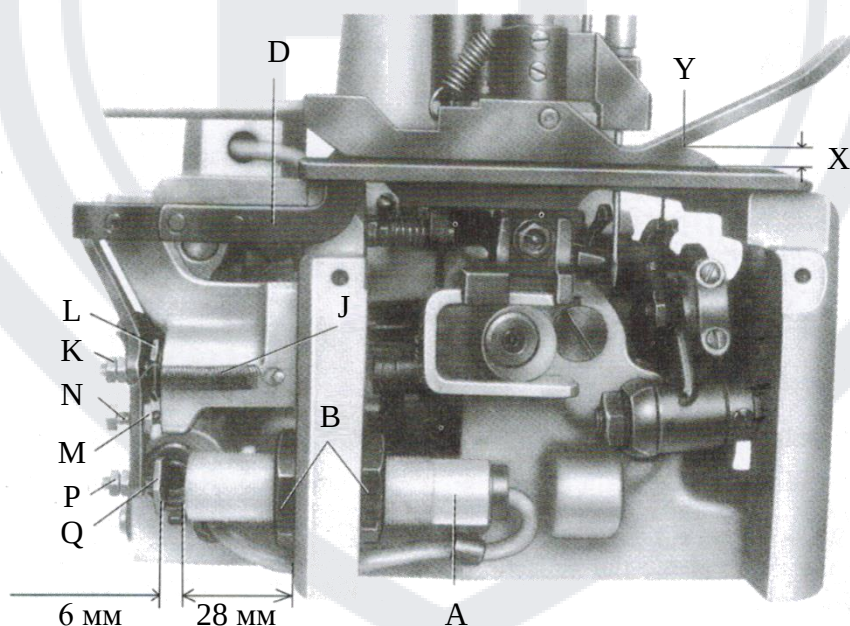

Рис. 18
Примечание: Шток пневмоцилиндра не должен ударять по цилиндру внутри, когда он приводится в действие. Ход поршня должен быть ограничен зажимом А (Рис. 18) ударяясь шестигранной головкой в стопорный винт В. Рабочее давление воздуха цилиндра составляет 0.3-0.5Мра.
6.1 Установка бесконтактного переключателя (Рис. 18)
- 1) Податчик D (Рис.17 и Рис.18) регулируется первоначально двумя крепежными винтами для опорного кронштейна податчика. Податчик не должен иметь бокового люфта, но должен легко поворачиваться. Для регулировки ослабьте стопорную гайку G (Рис. 17), поворачивайте крепежный винт F внутрь или наружу, до тех пор, пока податчик не будет легко поворачиваться. Затяните контргайку G.
6.3 Установка высоты податчика (Рис. 18)
Расстояние X (Рис. 18) между поверхностью верхней игольной пластины и податчиком должно быть не менее 7 мм (установлено как можно больше). Положение между верхней кромкой Y податчика и нижним краем выреза щели податчика в прижимной лапке должно составлять
6.4 Регулировка давления переключения (Рис. 18)
6.5 Настройка точки переключения (Рис. 18)